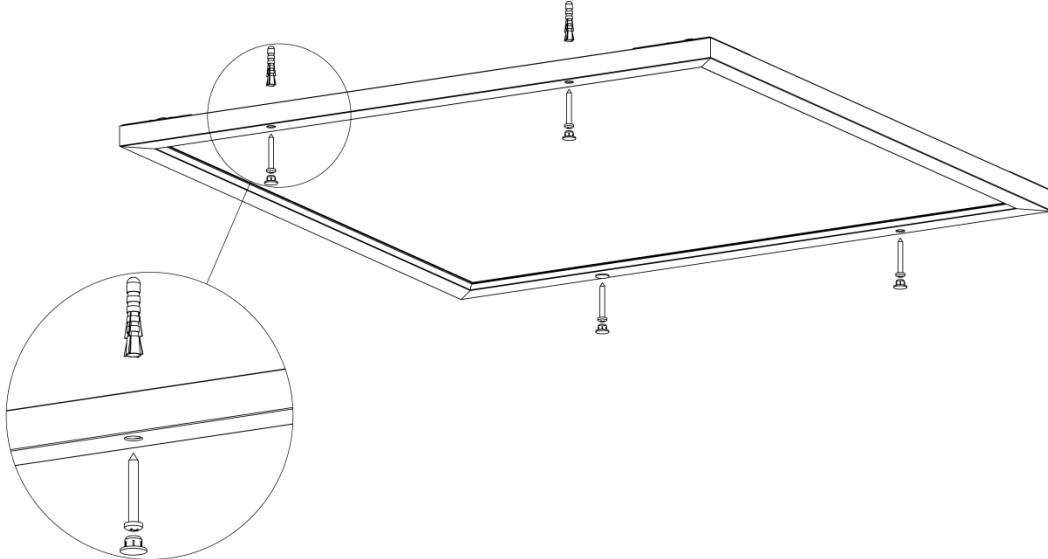

Рисунок 1
- Закрепить светильник к потолку шурупами или саморезами согласно типу монтажной поверхности. Диаметр отверстий равен 4,5 мм (рисунок 1).
- Установить декоративные заглушки (входят в комплект поставки) в отверстия для крепления на лицевой части корпуса светильника (Рисунок 1).